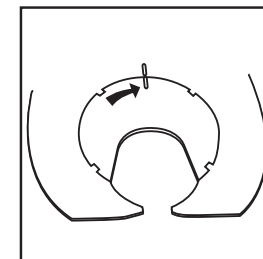

Fig. 8
3. Rotate the disk clockwise until the indicator bar on the disk is aligned with the indicator bar on the dispenser. **See Fig. 8.**
3. Gire el disco hacia la derecha hasta que la barra indicadora quede alineada con la barra indicadora d la distribuidora. **Véase la Fig. 8.**
3. Faire pivoter le disque dans le sens horaire jusqu'à ce que la bande indicatrice du disque soit alignée avec la bande indicatrice de la boîte distributrice. **Voir fig. 8.**